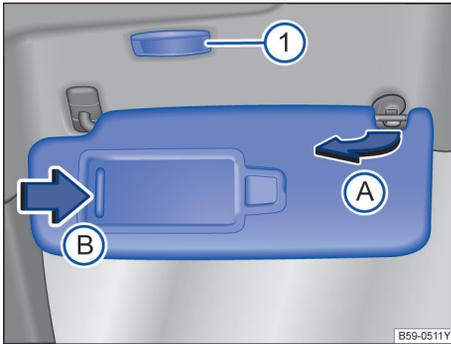

图 95 遮阳板。
- 用一只手按压旋转轴的一端，用另一只手的拇指按压卡扣的上端，并用其它的手指将遮阳板倾斜上抬，并缓缓取出，否则容易造成上方固定点的损坏 → 图 95(A)。